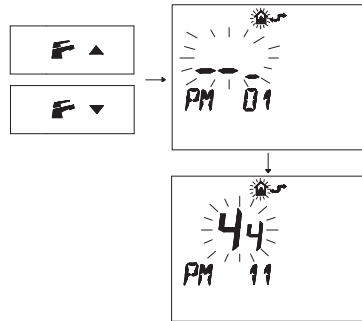

Figura 5.50
- Premere i pulsanti **F**▲ o **F**▼ per visualizzare la programmazione "**PM11**" della postcircolazione pompa (Figura 5.50).